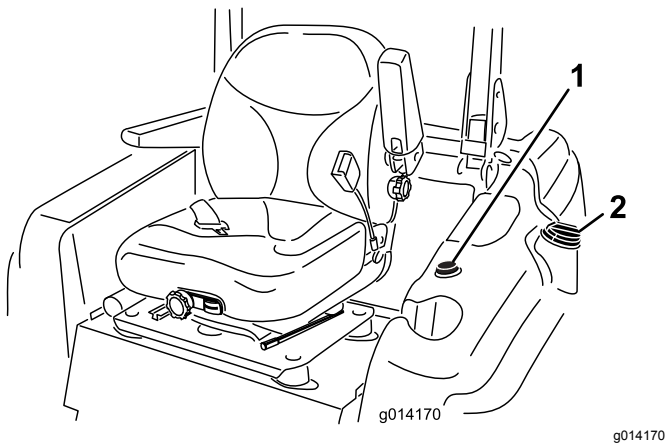

Figure 10
3. Nettoyez la surface autour du bouchon du réservoir de carburant et enlevez le bouchon (Figure 10).